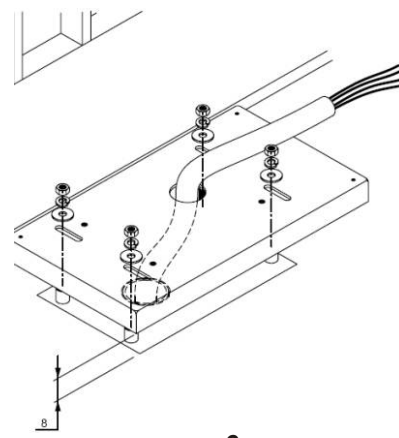

рис.6
Подождите, пока бетон затвердеет, затем протяните все соединительные кабели аксессуаров и линии питания, с запасом приблизительно 1 м от пластины - основания. Следуйте следующим указаниям, сверяясь с рис. 6:
- 2) Установите привод на пластине, протянув все кабели (или гофрошланг с кабелями) в специально предназначенное для этого отверстие (рис. 6).